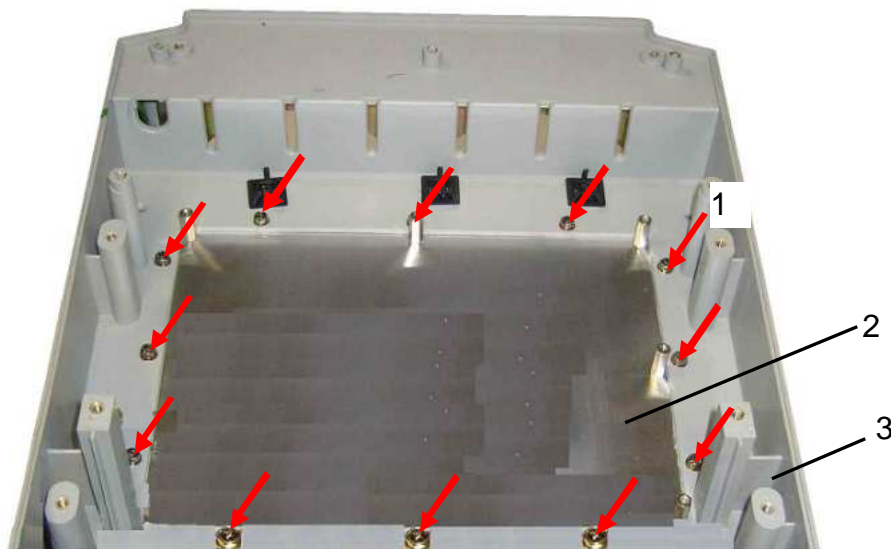

Рис. 7.1
7.1.1. Установить радиатор 2 в нижнюю часть корпуса 3, совместив отверстия радиатора с отверстиями в стойках корпуса. Закрепить радиатор 12 винтами 1 (рис. 7.1).